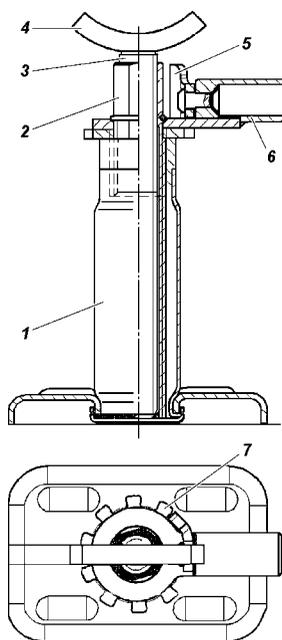
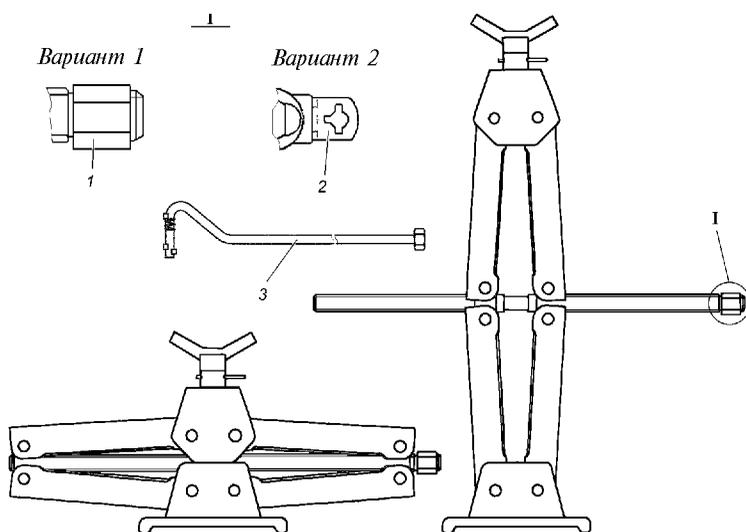

Рис. 10.1. Домкрат:
Рис. 10.2. Домкрат ромбический винтовой:
**Домкрат** (рис. 10.1 или 10.2) предназначен для вывешивания колес автомобиля при его техническом обслуживании или ремонте. Грузоподъемность домкратов 2 т. Наибольшая высота подъема домкрата, приведенного на рис. 10.1 - 240 мм, на рис. 10.2 - 295 мм.
**Последовательность действий для вывешивания колеса при применении домкрата, приведенного на рис. 10.1:**
**Последовательность действий для вывешивания колеса при применении ромбического домкрата (для UAZ PATRIOT), приведенного на рис. 10.2:**